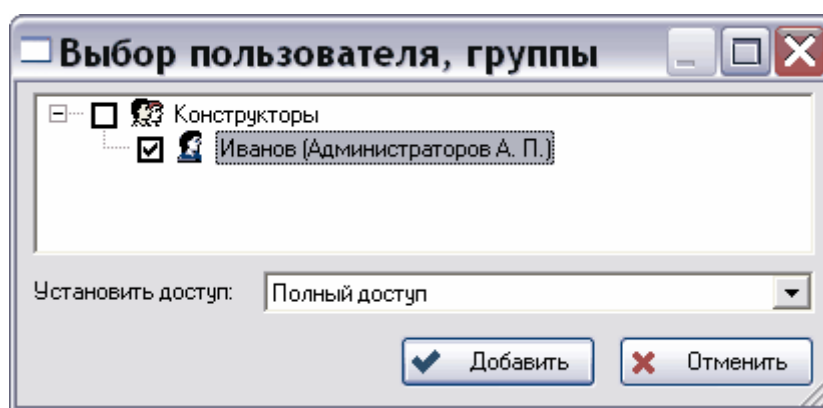

Рис. 30
2. В появившемся окне **Выбор пользователя, группы** выберите пользователя или группу пользователей (Рис. 30).